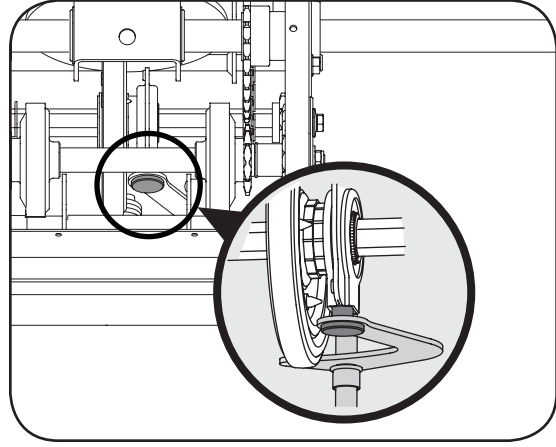

Figure 6-14
- Positionnez la roue de frottement sur la goupille du levier de vitesses. Voir la Figure 6-14.